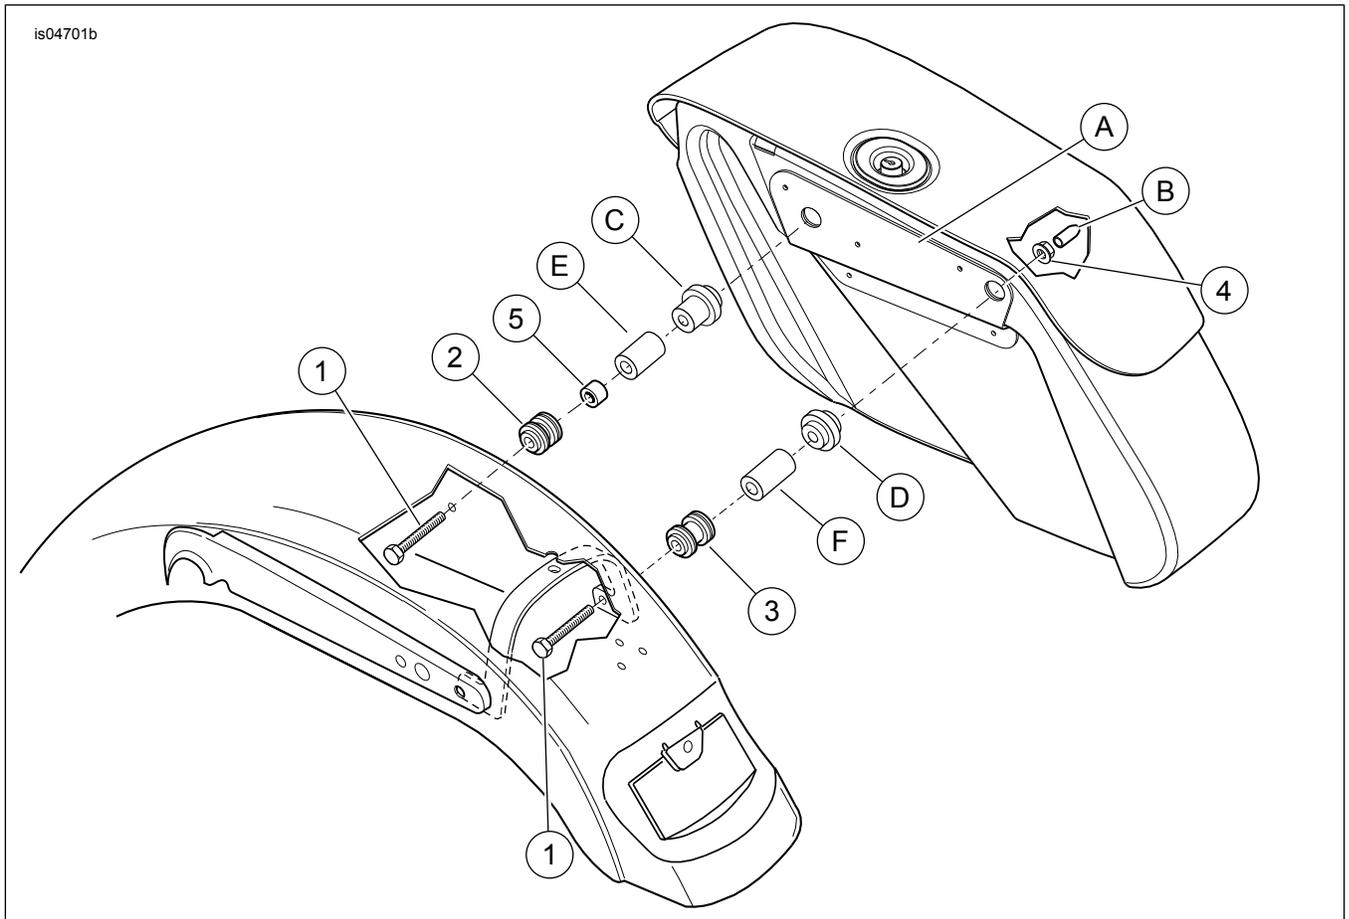

Abbildung 2. Ersatzteile: Befestigungsstellen-Ausrüstung, Sportster mit Satteltaschen
Siehe Abbildung 2 und Tabelle 1.
1. **Für Satteltaschensätze 88312-07 und 90201325:** Siehe Abbildung 2. Dem Satz einen vorderen Befestigungspunkt (2), eine Kopschraube (1) und ein Distanzstück (F) entnehmen. An einem Ende des Befestigungspunkts befindet sich ein Ring mit kleinerem Durchmesser. Von der Unterseite des Schutzblechs aus die Schraube durch das vordere Loch im Schutzblech, die Schutzblechstütze und die Abdeckung stecken. Den Befestigungspunkt mit dem Ringende zuerst auf die Schraubengewinde aufsetzen. Das Distanzstück des vorderen Befestigungspunkts wie gezeigt auf die Schraubengewinde aufsetzen. **Für Satteltaschensatz 90201321:** Siehe Abbildung 2. Dem Satz einen vorderen Befestigungspunkt (2), eine Kopschraube (1) und ein Distanzstück (C) entnehmen. An einem Ende des Befestigungspunkts befindet sich ein Ring mit kleinerem Durchmesser. Von der Unterseite des Schutzblechs aus die Schraube durch das vordere Loch im Schutzblech, die Schutzblechstütze und die Abdeckung stecken. Den Befestigungspunkt mit dem Ringende zuerst auf die Schraubengewinde aufsetzen. Das Distanzstück des vorderen Befestigungspunkts gemäß der Abbildung auf die Schraubengewinde aufsetzen; dabei muss das kurze Ende nach außen zeigen.
2. **Für alle anderen Satteltaschensätze:** Siehe Abbildung 2. Aus dem Satz eine vordere Befestigungsstelle (2), eine Kopfschraube (1) und ein Distanzstück (5) entnehmen. An einem Ende der Befestigungsstelle befindet sich ein Ring mit kleinerem Durchmesser. Von der Unterseite des Schutzblechs aus die Schraube durch das vordere Loch im Schutzblech, die Schutzblechstütze und die Abdeckung stecken. Die Befestigungsstelle mit dem Ringende zuerst auf das Schraubengewinde aufsetzen. Das Distanzstück auf das Schraubengewinde aufsetzen. Das vordere Befestigungsstellen-Distanzstück (5) wie gezeigt mit nach außen zeigendem kurzen Ende auf das Schraubengewinde aufsetzen.